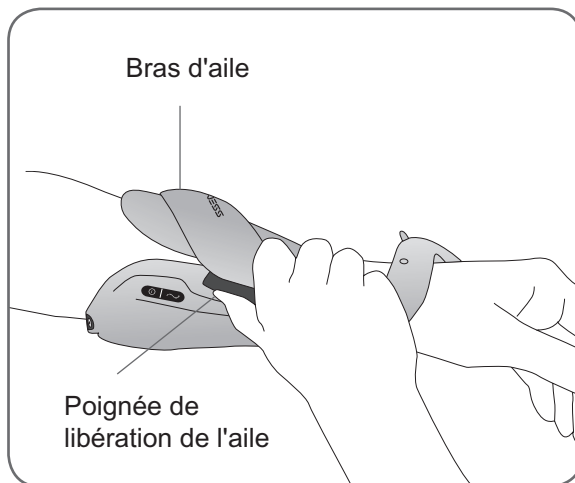

Figure 10-2 : Ouverture de l'aile de l'extenseur.
3. Pincez ensemble la poignée de libération de l'aile et le bras d'aile, puis soulevez l'aile de l'extenseur. Reportez-vous à la Figure 10-2.